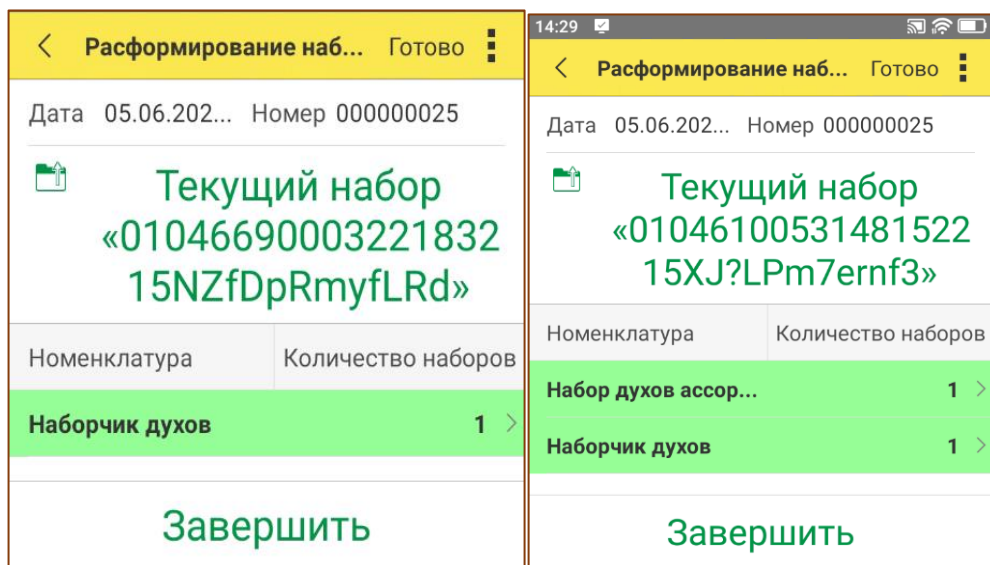

Рис. 9.13 – Сканирование КИН в документ
- При выборе данной операции необходимо отсканировать КИН в документ. В один документ отсканировать несколько ранее сформированных наборов (Рис. 9.13).